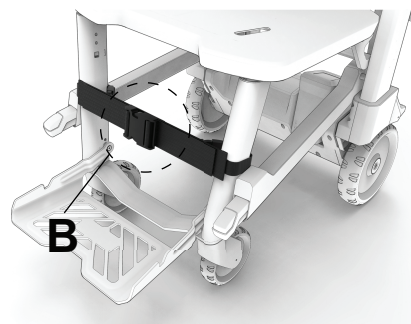

図 29 – ダブルアジャストサイド解除バックルを接続します
2. ストラップを患者の足首に巻き付けます。大きい方のダブルアジャスト式サイド解除バックル (B) を接続します (図 29)。